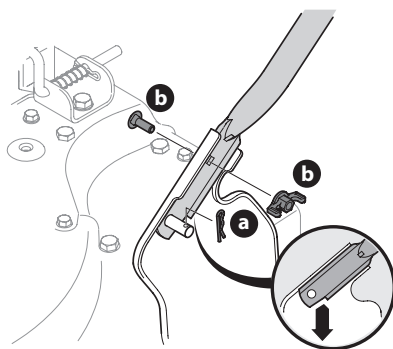

Figure 1
- a. Placez les trous inférieurs du guidon sur les goupilles des supports de guidon (les extrémités du guidon inférieur pointent vers le bas). Fixez le guidon avec des goupilles fendues. Voir Figure 1.
- b. Insérez les boulons de carrosserie dans les trous supérieurs du guidon inférieur à partir de l'intérieur et fixez-les avec des écrous papillon. Voir Figure 1.